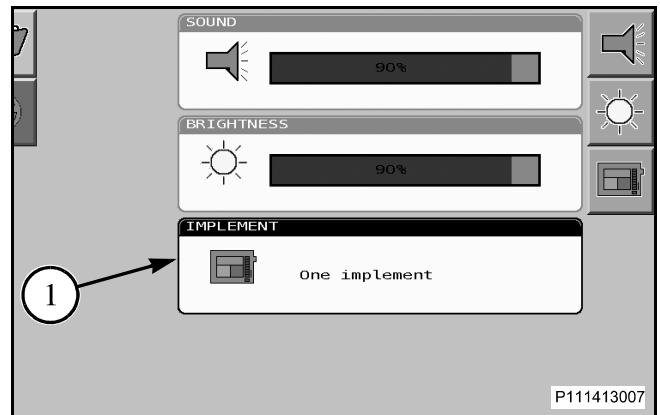

Figure 25
Figure 25: Pour disposer les outils, faire défiler la surbrillance jusqu'à l'encadré de disposition des outils (1), puis appuyer sur le bouton de la molette de sélection pour le sélectionner.